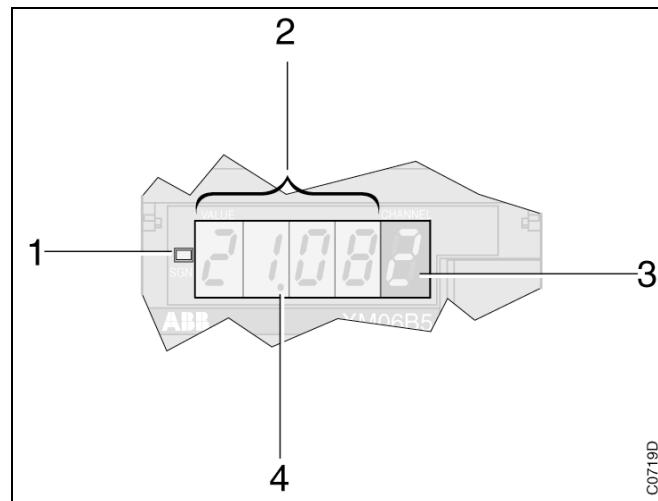

Figura 1-3: Descripción del display
1.2. Display analógico (ver Figura 1-3)